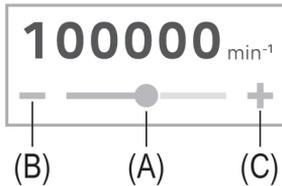

Figure 7.
Faites glisser le curseur (A) ou touchez [-] (B) ou [+] (C) (Figure 7).